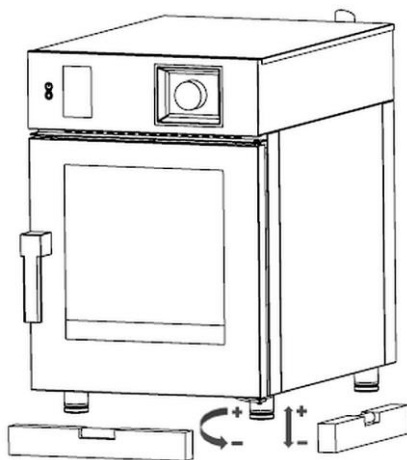

Рис. 2
- Прибор следует расположить горизонтально, для этого высота регулируемых ножек устанавливается с помощью уровня, как показано на рис. 2.